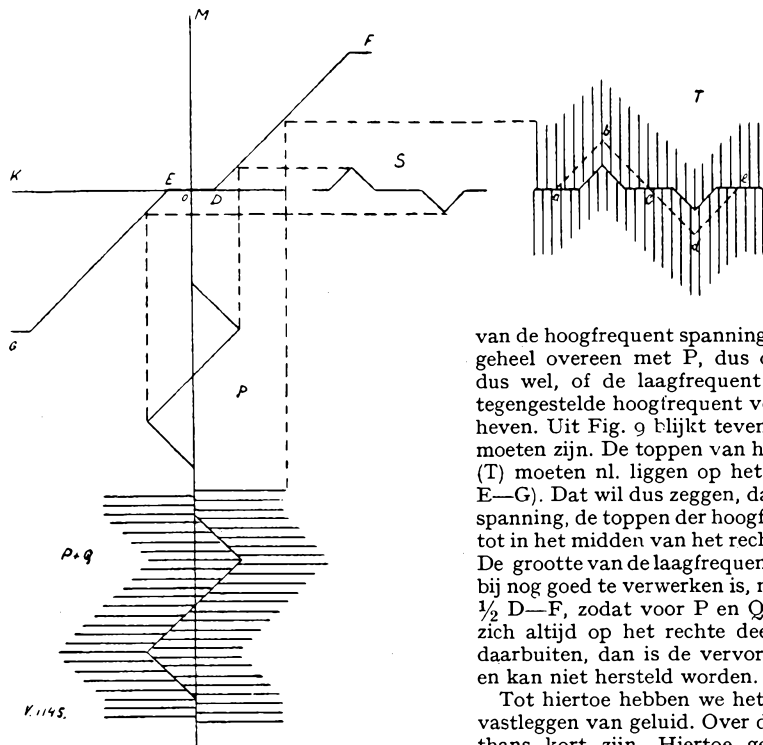

Fig. 9
Een veel beter resultaat werd bereikt, door inplaats van een gelijkspanning, een hoogfrequent wisselspanning als voormagnetisatiespanning te gebruiken. De zaak wordt hierbij geheel anders, en om dit duidelijk te maken, gaan we in Fig. 9 de magnetisatiekromme vervangen door een benaderende, terwijl we tevens, inplaats van een sinusvormige, een driehoekvormige laagfrequent wisselspanning tekenen. Iedere vervorming zal op deze wijze direct in het oog lopen. Indien we, zonder meer, een laagfrequent spanning P toevoeren, dan ontstaat dus S. De hoogfrequent- plus de laagfrequent spanning P + Q tezamen geeft T. Hierin valt op te merken, dat de nullijn van de hoogfrequent spanning nog van de vorm S is, d.w.z., de hoogfrequent spanning is zelf ook vervormd. De werkelijke nullijn, die door dit superponeren ontstaat, ligt midden tussen de toppen
van de hoogfrequent spanning (A B C D E), en komt geheel overeen met P, dus onvervormd. Het lijkt dus wel, of de laagfrequent vervorming door een tegengestelde hoogfrequent vervorming wordt opgeheven. Uit Fig. 9 blijkt tevens, hoe de instelling zal moeten zijn. De toppen van het laagfrequent signaal (T) moeten nl. liggen op het rechte stuk D—F (en E—G). Dat wil dus zeggen, dat zonder laagfrequentspanning, de toppen der hoogfrequent spanning juist tot in het midden van het rechte deel moeten komen. De grootte van de laagfrequent spanning, welke daarbij nog goed te verwerken is, mag niet groter zijn dan $\frac{1}{2}$ D—F, zodat voor P en Q samen de omhullende zich altijd op het rechte deel bevindt. Komt men daarbuiten, dan is de vervorming weer aanzienlijk, en kan niet hersteld worden.
Tot slot nog een enkel woord over de verschillende afvlak- of blus-methoden, methoden dus om de band weer te ontmagnetiseren. Dit kunnen we op twee manieren doen, nl. met een permanent magnetisch veld, of met een hoogfrequent veld. Het blussen met een hoogfrequent wisselveld komt hierop neer, dat we de band langs een bluskopje voeren. Dit is een dergelijk kopje als het opnamekopje, echter is hierbij de luchtspleet iets wijder. Op de wikkeling van dit kopje zetten we een hoogfrequent wisselspanning. (Zelfde frequentie als voor de voormagnetisatie). Gedurende de tijd, dat ieder gedeelte van de band voor de luchtspleet vertoert, wordt dit door het hoogfrequent magnetisch veld dusdanig dooreengeschud, dat alle magneculen door elkaar komen te liggen en er dus van magnetisme geen sprake meer kan zijn. Uit Fig. 9 kunnen we zien, dat de benodigde hoogfrequent spanning hiervoor minstens de grootte moet hebben van F—G, willen we de modulatie volledig blussen.